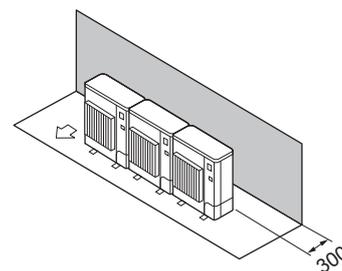

Fig. 2-8
- ① Окружающие предметы - только сзади (Fig. 2-8)